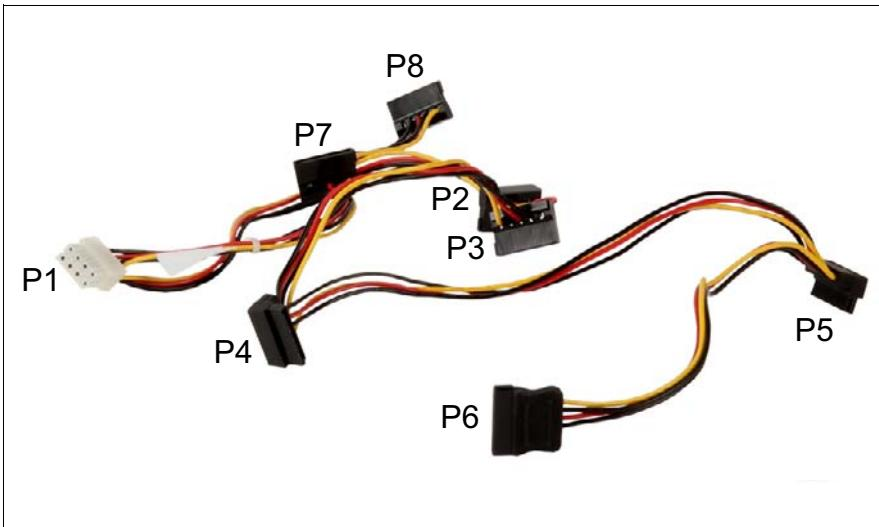

図 227: 電源ケーブル T26139-Y4012-V101
- ▶ 光ディスク ドライブから SATA 電源ケーブルコネクタ P8 を取り外します。329 ページ の図 227 を参照してください。
- ▶ 新しい SATA 電源ケーブルコネクタ P8 を光ディスク ドライブに接続します。329 ページ の図 227 を参照してください。
- ▶ 電源アダプタケーブルから故障した電源ケーブルコネクタ P7 を取り外します。329 ページ の図 227 を参照してください。
- ▶ 新しい電源ケーブルコネクタ P7 を電源アダプタケーブルに接続します。329 ページ の図 227 を参照してください。
- ▶ HDD から SATA 電源ケーブルを取り外します (329 ページ の図 227 を参照)。
- ▶ 新しい SATA 電源ケーブルを HDD に接続します (329 ページ の図 227 を参照)。